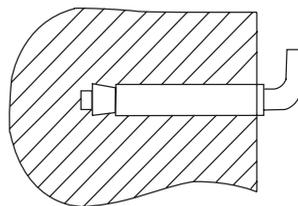

Рис. 3
2. После выбора места монтажа определите места под два крепежных болта с крюками (в зависимости от спецификаций выбранного изделия). Прodelайте в стене два отверстия необходимой глубины с помощью сверла размером, соответствующим размеру крепежных болтов, вставьте винты, поверните крюк вверх, плотно затяните гайки, а затем установите на него электрический водонагреватель (см. рис. 3).